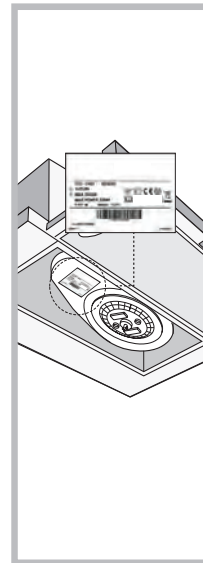

Fig.1C
- проверьте, чтобы напряжение и мощность, указанные на заводской табличке (расположена внутри изделия) соответствовали данным сети электропитания и электрической розетки. В случае сомнений обратитесь к квалифицированному электрику (рис. 1C).